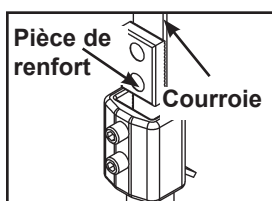
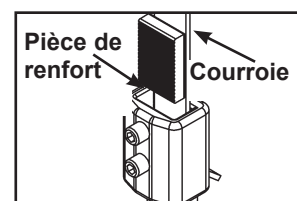

Figure 3A
Figure 3B
- D. Vérifiez si la courroie et la pièce de renfort sont installées correctement (voir figure 3A). **REMARQUE** : N'installez pas la pièce de renfort à l'envers, tel qu'illustré à la figure 3B.